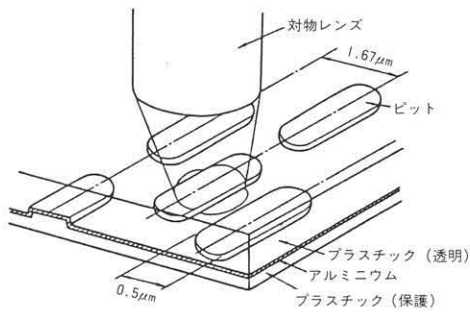

図9 ビデオディスクの構造拡大図
8)、ファクス、複写機、バーコードリーダ、光ディスクプレーヤ(図9)、カメラの自動焦点合せ機構、自動露出合せ機構、テレビの赤